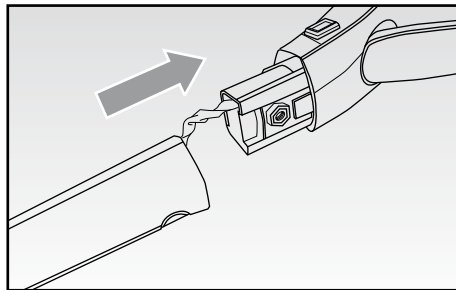

Fig. 2
- assemblare il manico superiore (B) al corpo dell'apparecchio (R), premendolo con cautela fino a battuta, assicurandosi del corretto inserimento del cavo elettrico all'interno del corpo dell'apparecchio (Fig. 2);